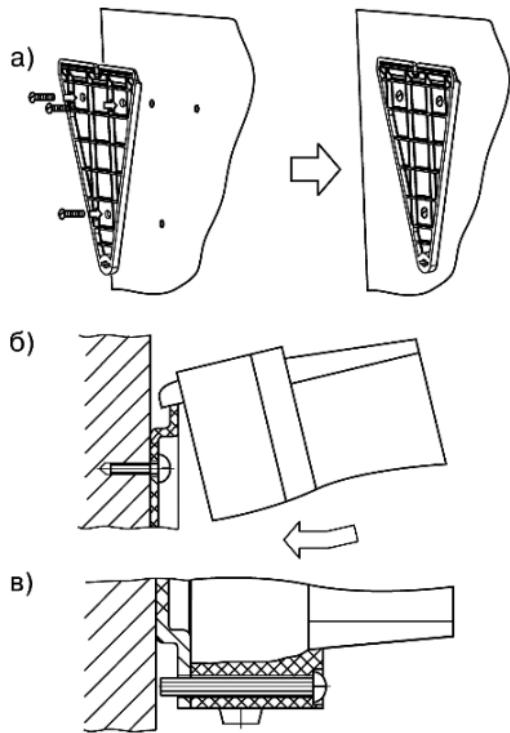

Рисунок 8.1 – Монтаж преобразователя настенного крепления
- Закрепить кронштейн тремя винтами M4×20 на поверхности, предназначенной для установки преобразователя (см. Приложение А и рисунок 8.1, а).
- Зацепить крепежный уголок на задней стенке преобразователя за верхнюю кромку кронштейна (рисунок 8.1, б)
- Прикрепить преобразователь к кронштейну винтом M4×35 из комплекта поставки (см. рисунок 8.1, в).